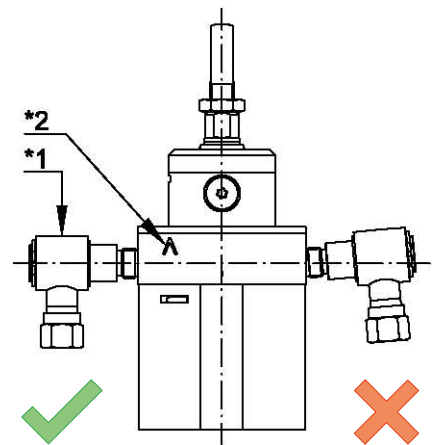

Abbildung 5: Pfeilrichtung
Den Zylinder mit dem Befestigungsmaterial (Abbildung 5 / \*1) montieren.
**i** Pfeilrichtung entsprechend Abbildung 5 / \*2 beachten!